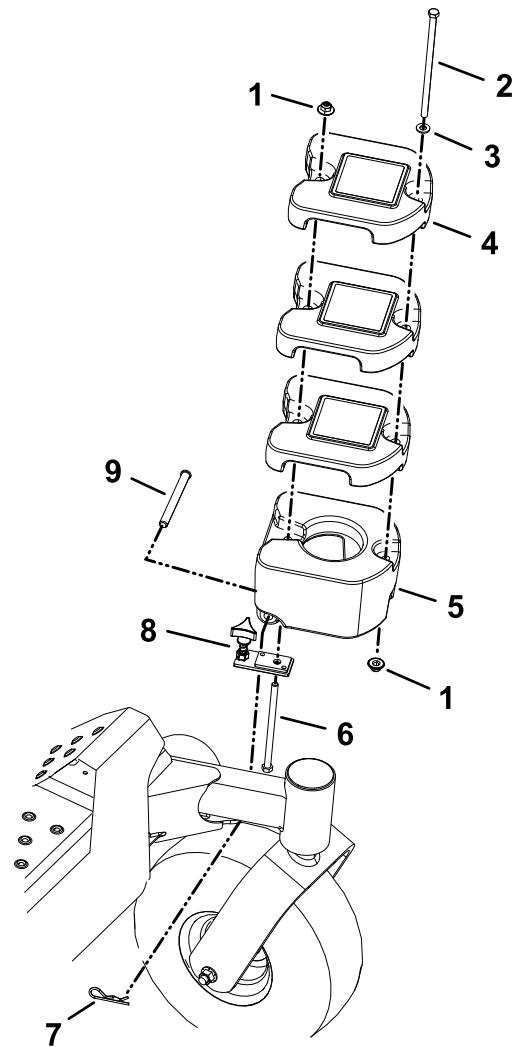

Figura 4
1. Introduzca el perno (3/8" x 6 1/2") por el taladro del lado inferior del soporte y por la parte trasera del peso extraíble de 20.4 kg (45 libras) (Figura 4).
2. Sujete la parte inferior del soporte al brazo de la rueda giratoria con un pasador y una chaveta (Figura 4).
3. Apriete el pomo del conjunto de pesos hasta que quede firmemente apretado contra el brazo de la rueda giratoria (Figura 4).
4. Instale 3 pesos para ruedas giratorias (9.1 kg/20 libras) sobre el perno del conjunto de pesos y sujetelos firmemente sobre el peso de 20.4 kg (45 libras) (Figura 4).
5. Sujete la parte trasera del conjunto de pesos con una contratuerca (3/8"), como se muestra en la Figura 4.
6. Instale el perno (3/8" x 8") y la arandela por la parte superior de los taladros delanteros del conjunto de pesos y sujetelos usando una contratuerca (3/8"), como se muestra en la Figura 4.